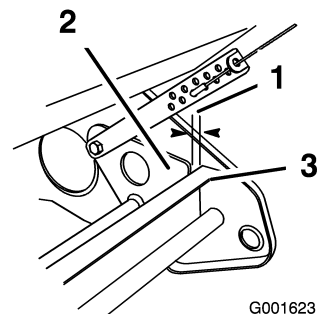

Figure 24
- Vérifiez que l'écart entre la plaque de pivot et le cadre de roue est compris entre 0 et 3 mm (0 à 1/8 pouce) (Figure 24).